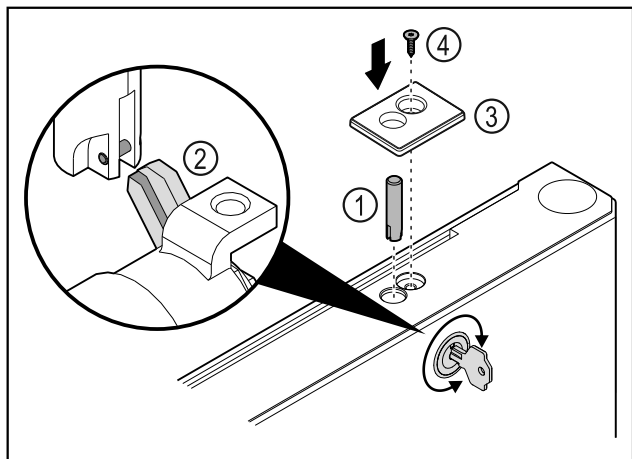

Fig. 47
- Ievietojiet slēdzenes tapu Fig. 47 (1).
- Griežiet mazliet slēdzeni, lai slēdzenes tapa Fig. 47 (2) nofiksētos slēdzenes spraugā.
- Ievietojiet pārsegu Fig. 47 (3).
- Ievietojiet skrūvi Fig. 47 (4).